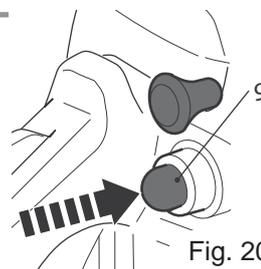

Fig. 20
Appuyer six fois de suite sur l'injecteur (9) en cas de démarrage de l'outil avec le moteur à froid (Fig. 20). Ne pas utiliser l'injecteur pour démarrer à chaud.